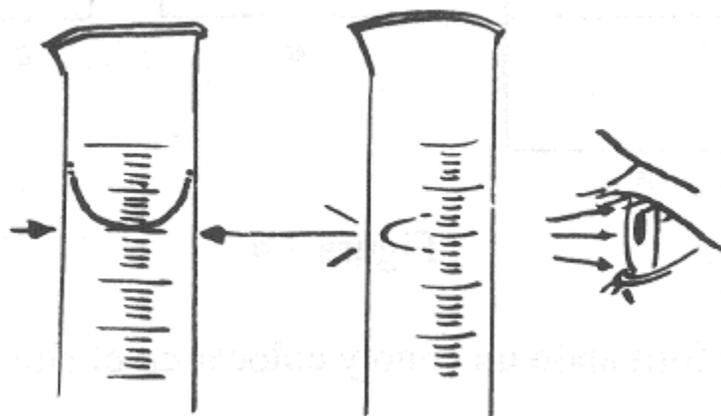

Figura 4.3
2.1.1 Colocar en una probeta de 100 ml el volumen que le indique el profesor, siendo su medida correcta cuando la parte inferior del menisco toque la línea que corresponde a los mililitros que va a medir. Observar la figura 4.3.